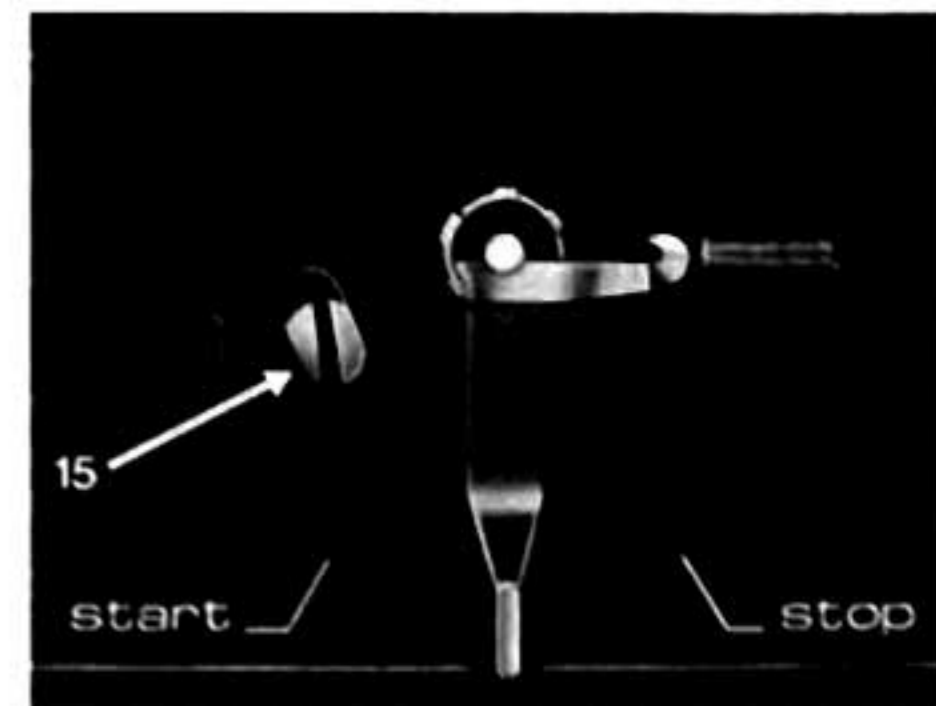

Fig. 15
werden kann (Fig. 15). Legen Sie bitte eine 30 cm-Schallplatte auf und starten Sie das Gerät. Wenn der Abtaststift zu weit innen oder außen auf der Schallplatte aufsetzt, drehen Sie die Justierschraube entsprechend nach rechts oder nach links.
réglage (15) du bras devient visible (Fig. 15). Posez un disque de 30 cm sur le plateau et mettez l'appareil en route. Si la pointe descend trop vers l'intérieur ou l'extérieur du disque, tournez la vis vers la gauche ou resp. la droite.
edge) will expose the control (15) for tone-arm indexing (Fig. 15).
Met deze schroef wordt het juiste opzetpunt ingesteld (Fig. 15).
punto de entrada de la aguja (Fig. 15). Coloque a tal fin un disco de 30 cm. y ponga en marcha el aparato. Si la aguja entra demasiado o se posa fuera del disco, gire el tornillo hacia la izquierda o hacia la derecha respectivamente.
den bakre kanten) blir justeringskruven (15) för nedläggningspunkten synlig (Fig. 15).
con la quale è possibile regolare il punto di discesa del braccio (Fig. 15).